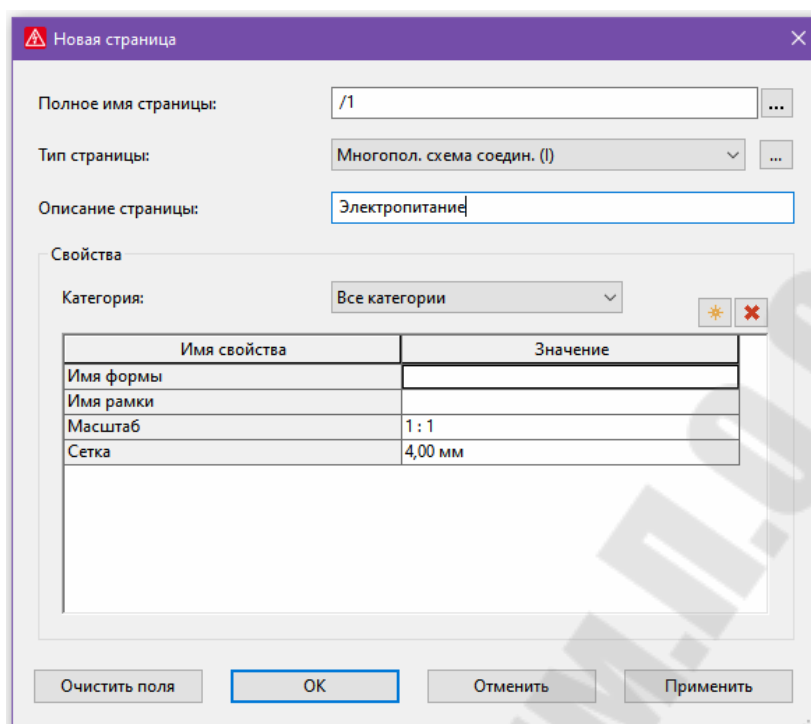

Рис.1.3
EPLAN открывает диалоговое окно **Новая страница**. Поле **Тип страницы** автоматически заполняется записью Многопол. схема соедин. (I) (рис.1.3).